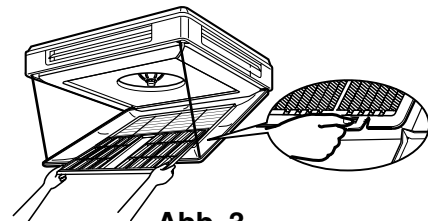

Abb. 3
- 2 Den Luftfilter durch Eindrücken der Knöpfe befestigen. (Siehe Abb. 3.)